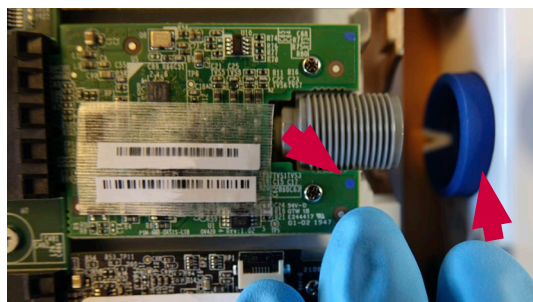

図19 VDIボードの色表示は、カラーリングと一致する必要がある
- e) カラーリングがVDIボードの表示と同じ色であることを確認してください(図19)
背面ケースを再度取り付ける場合、VDIボードの色の付いたスポット(図19)が配置されているカラーリングの色と一致していることを確認してください。